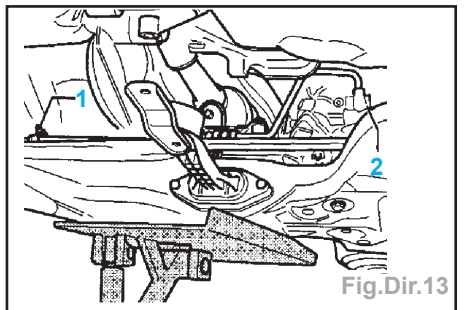

Fig.Dir.13
- Desserrer les vis (1).
- Dévisser les vis (2) et (3).
- Dévisser la conduite de retour du collier (1) et du mécanisme de direction (2) (Fig.Dir.13).